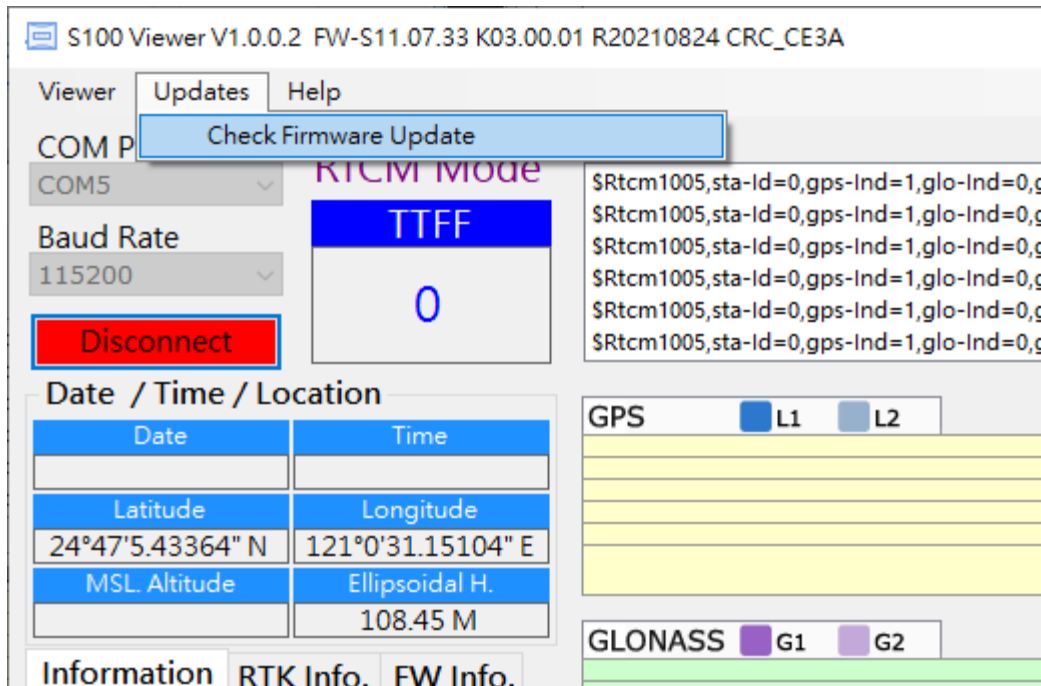

Figura 6-4
- 4 En el menú desplegable "Actualizaciones" del S100 Viewer, seleccione "Verificar actualización de firmware" y luego aparecerá un cuadro de mensaje que muestra "buscando actualizaciones". Consulte la Figura 6-4.